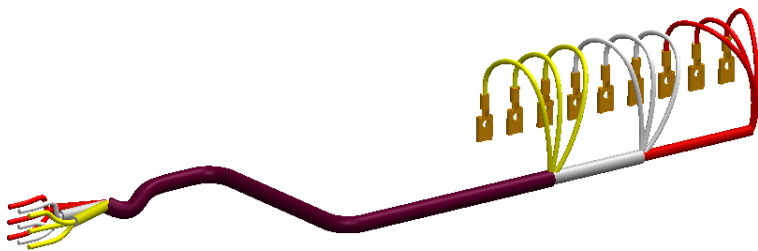

图 3-22 第二条布线的操作效果
STEP 8 通过相同操作，可创建第二条电缆，如图 3-22 所示。第二条线路与第一条线路的创建略有不同，它是从“直接放置”零件开始创建的。创建时可使用系统提供的素材文件“自定义.sldprt”，将其放置到“Routing”文件夹下，然后直接拖放开始布置操作即可，其余步骤基本一致。